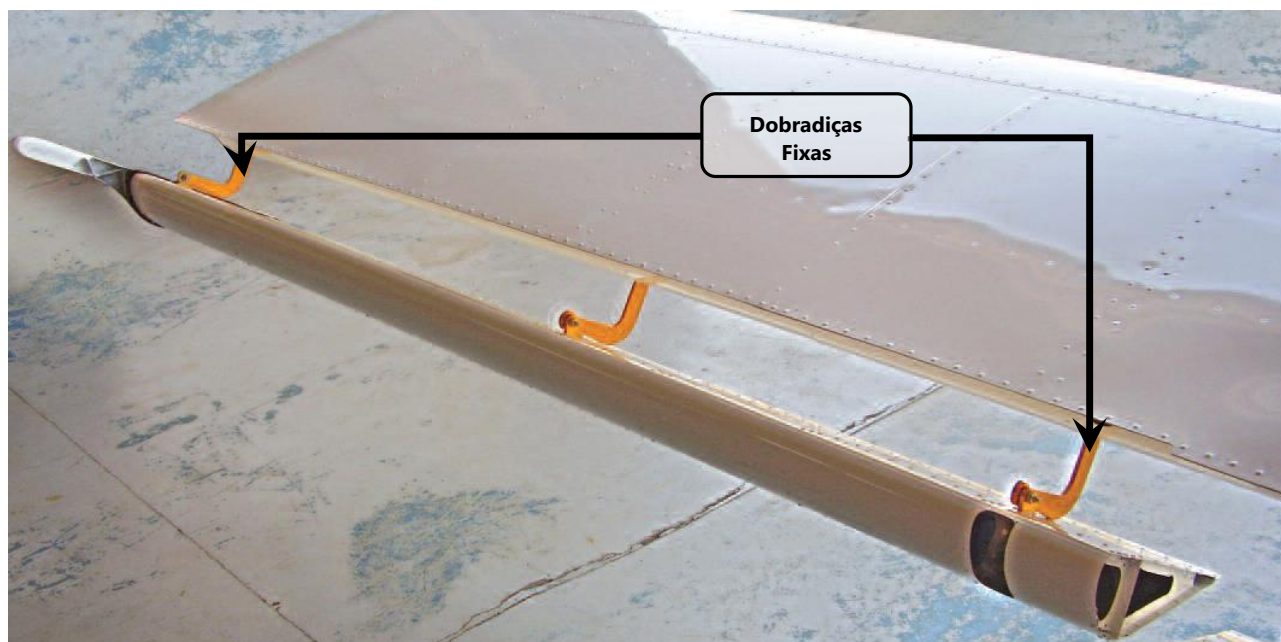

Figura 57.60.4 – Fixação do aileron na asa.
1. Certificar que as três dobradiças fixas estão instaladas na asa, ver figura 57.60.4;
3. Posicionar o aileron no bordo de fuga da ponta da asa conforme a figura 57.60.4